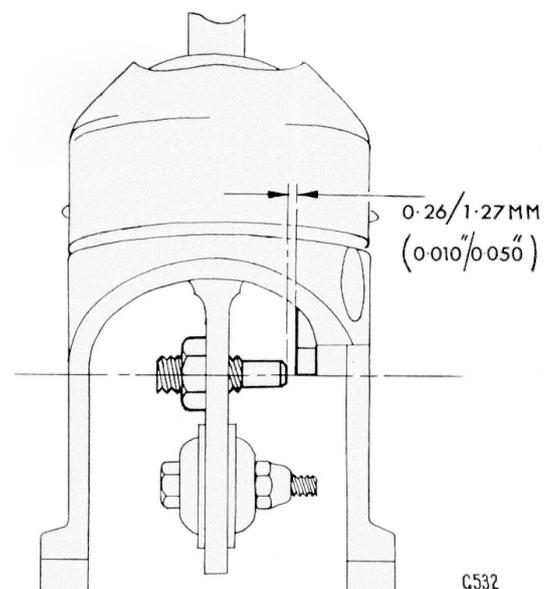

Fig. 54. Réglage du boulon de butée de marche arrière
Ajuster la plaque d'arrêt (37) et le boulon (15) au point mort du sélecteur de 1ère/2nde comme indiqué Fig. 54.